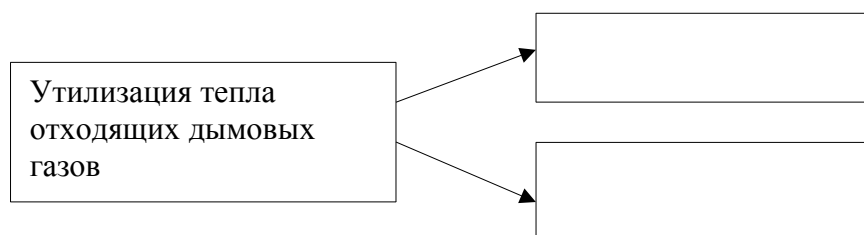

Рисунок 11 - Утилизация тепла
**Задание 1.** Составить схему (рис. 11) утилизации тепла.